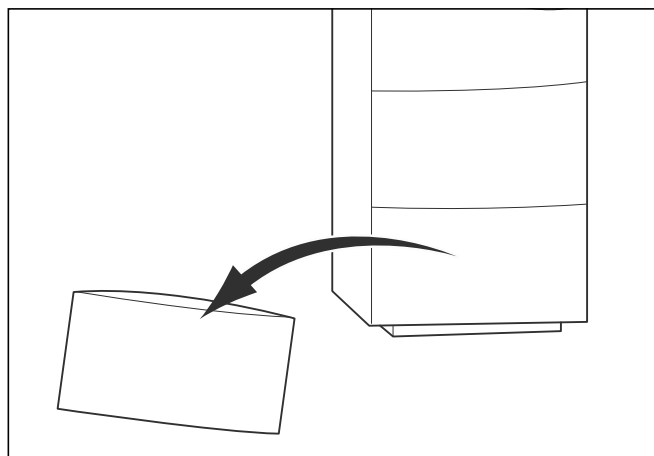

Рис. 4.1 Удаление облицовки
- Удалите самую нижнюю крышку облицовки, чтобы не повредить ее при транспортировке (см. рис. 4.1).